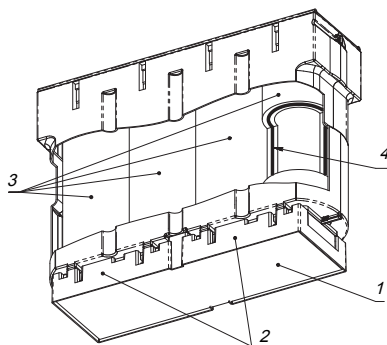

Рисунок 2. Устройство фильтрующего модуля
Фильтрующий модуль (рисунок 2) включает в себя:
- фильтр предварительной очистки (префильтр) (рисунок 2, поз. 1);
- электростатический блок (рисунок 2, поз. 2);
- объемный НЕРА-фильтр (рисунок 2, поз. 3);
- адсорбционно-каталитический фильтр (рисунок 2, поз. 4).
Фильтр предварительной очистки (префильтр) (рисунок 2, поз. 1) очистителя-обеззараживателя воздуха Tion Clever задерживает крупную пыль и препятствует попаданию внутрь прибора грязи, пуха и шерсти.
Проходя через электростатический блок (рисунок 2, поз. 2), механические загрязнители и биоаэрозоли приобретают электростатический заряд, за счет чего эффективно осаждаются на объемном HEPA фильтре (рисунок 2, поз. 3). Одновременно озон, продуцируемый из кислорода электростатическим блоком в бактерицидных концентрациях, обеспечивает инактивацию (уничтожение) вирусов, бактерий, а также спор плесневых грибов. Благодаря инактивации объемный HEPA фильтр постоянно стерилен при эксплуатации, в том числе и при замене фильтра. Не требуется специальных методов утилизации использованных фильтров. Таким образом, обеспечивается полная микробиологическая безопасность системы фильтрации.
В адсорбционно-каталитическом фильтре (рисунок 2, поз. 4) озон полностью разлагается до кислорода и одновременно ускоряет реакции разрушения молекулярных химических соединений. Адсорбционно-каталитический фильтр (рисунок 2, поз. 4) предназначен для фильтрации вредных веществ в газовой фазе и запахов.